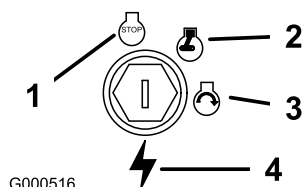

Figura 11
3. Gire la llave de contacto a Desconectado (Figura 11).